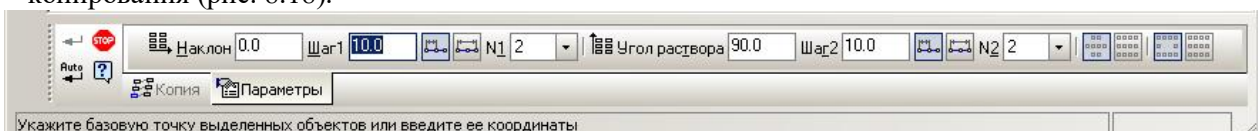

Рис. 8.18. Закладка **Параметры Панели свойств** операции **Копия по сетке**.
6) выберите закладку **Параметры**: здесь вы можете задавать параметры сетки и режима копирования (рис. 8.18).